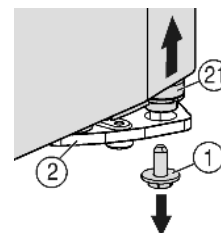
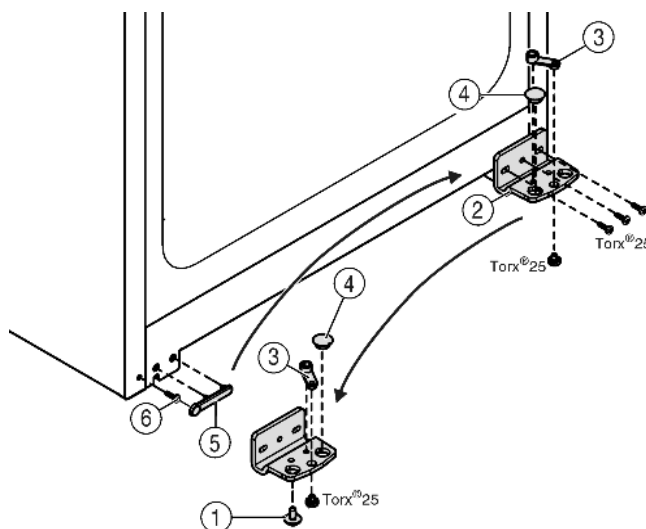

Fig. 5
Fig. 6
- ▶ Внизу справа на опорном кронштейне выкрутите фиксирующий винт Fig. 5 (1).
- ▶ Опорный палец Fig. 5 (21) можно извлечь из опорного кронштейна Fig. 6 (2).
- ▶ Если установочный винт Fig. 5 (21) не откручивается, его можно вынуть, нажав на него снизу.
- ▶ Открутите опорный кронштейн Fig. 6 (2).
- ▶ Открутите опорную деталь Fig. 6 (3) и, переставив в отверстие на противоположной стороне опорного кронштейна, снова прикрутите.
- ▶ Извлеките заглушку Fig. 6 (4) из опорного кронштейна и переставьте ее в отверстие на противоположной стороне опорного кронштейна.
- ▶ Осторожно снимите крышку со стороны ручки Fig. 6 (5).
- ▶ Выкрутите болт Fig. 6 (6) и вкрутите на противоположной стороне.
- ▶ Снова установите крышку Fig. 6 (5).
- ▶ Снова прикрутите опорный кронштейн Fig. 6 (2) на новой стороне шарнира (**с моментом 4 Нм**). При необходимости используйте аккумуляторный шуруповерт.
- ▶ Вкрутите фиксирующий винт Fig. 5 (1) внизу в опорный палец и затяните (с моментом 4 Нм).